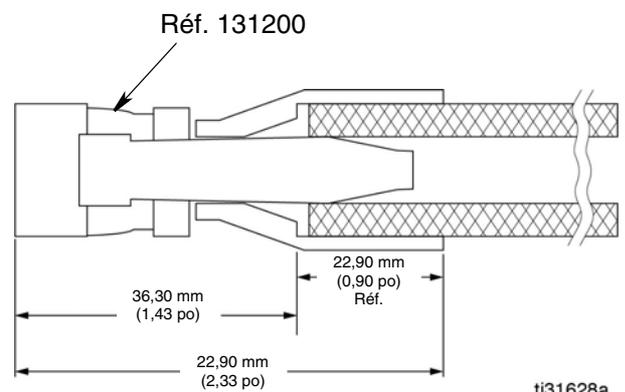

FIG. 55
Une fois déterminée la longueur de tuyau nécessaire à l'installation, monter le raccord tournant réutilisable, réf. 131200 (comprise avec le tuyau) sur l'extrémité nue du tuyau (voir FIG. 55). Suivre les instructions d'assemblage du tuyau principal fourni au chapitre suivant de ce manuel (page 54).
3. Ajouter 36,30 mm (1,43 po) à la longueur de tuyau totale pour l'emboîture qui doit être montée à une extrémité du tuyau (FIG. 55).